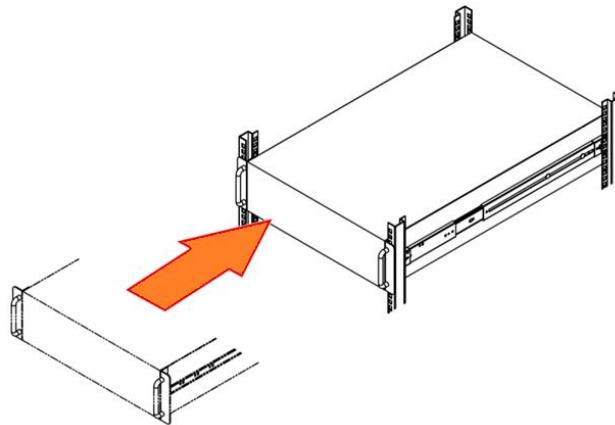

Рисунок 123 - Установка модуля управления в стойку
- 8) Нажать шасси с внутренними каналами в подвижный узел, чтобы завершить установку в стойку (см. Рисунок 123).